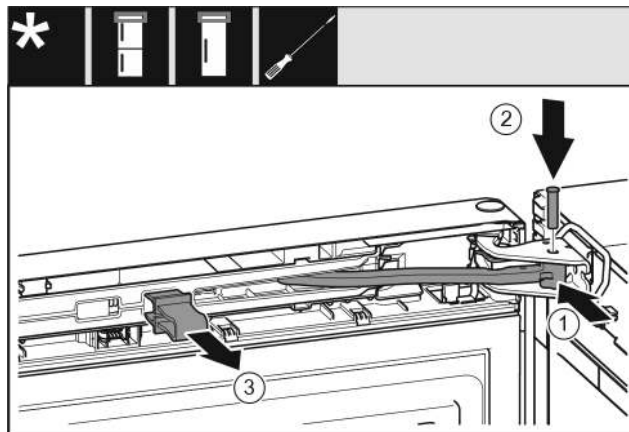

Fig. 26
- Поверните шарнир в опорном кронштейне. Fig. 26 (1)
- Вставьте палец в опорный кронштейн и шарнир. При этом следите за тем, чтобы выступ фиксатора занимал правильное положение в пазу. Fig. 26 (2)
- Снимите предохранитель. Fig. 26 (3)